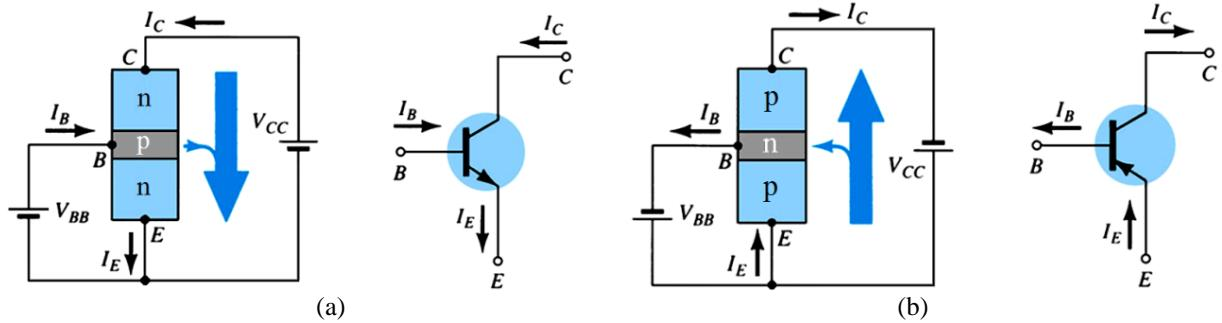

Figura 2.28 – (a) TJB npn e (b) TJB pnp na configuração EC (Boylestad e Nashelsky, 2004).
A configuração EC para o TJB é, na prática, a mais utilizada. O emissor (E) é o terminal comum com relação aos terminais de entrada e saída. Na Figura 2.28 vê-se o esquema de um TJB npn (notação e símbolo), com as fontes  $V_{BB}$  e  $V_{CC}$  polarizando-o para a operação na região ativa (amplificação linear).